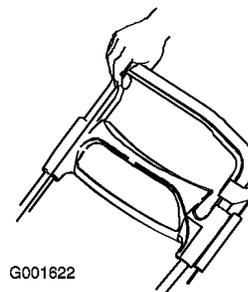

Figure 23
- Serrez la barre de commande contre le côté droit du mancheron (Figure 23).